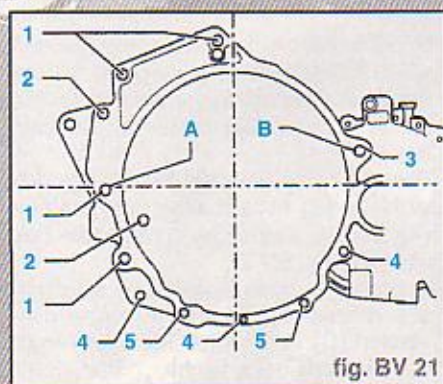

fig. BV 21
- BV sur moteur à 5 cylindres (fig. BV 21)